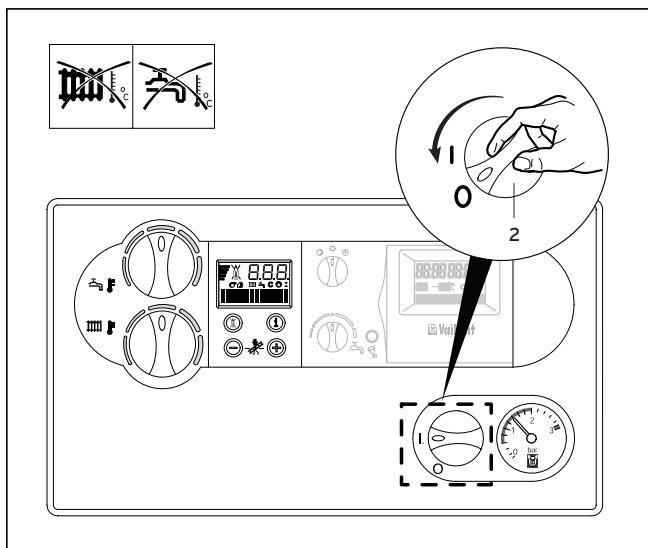

Fig. B.12: Fuldstændig udkobling
- Drej hertil hovedafbryderen (2) hen på stillingen „0“ (fig. B.12).